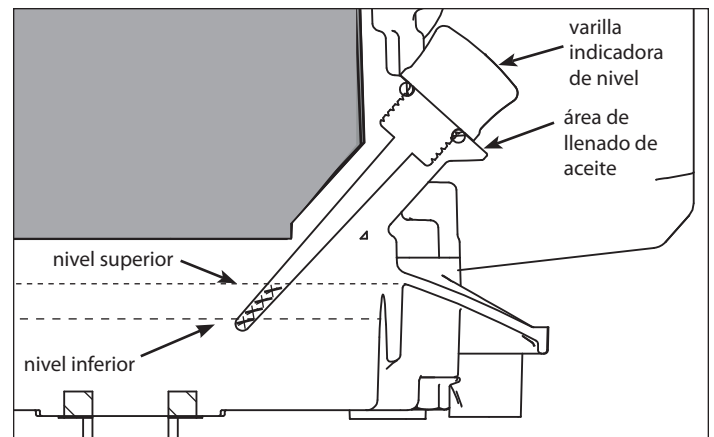

FIGURA 9: Varilla indicadora de nivel y niveles de aceite
3. Devuelva el motor a su posición en una superficie nivelada y llénelo con el aceite adecuado hasta la marca superior de la varilla indicadora de nivel (**CONSULTE LA FIGURA 9**). **NO LLENE DEMASIADO.** Para conocer la capacidad adecuada de aceite, consulte las instrucciones del fabricante del motor.
4. Vuelva a insertar la varilla indicadora de nivel y apriétela. **CONSULTE LA FIGURA 9.**